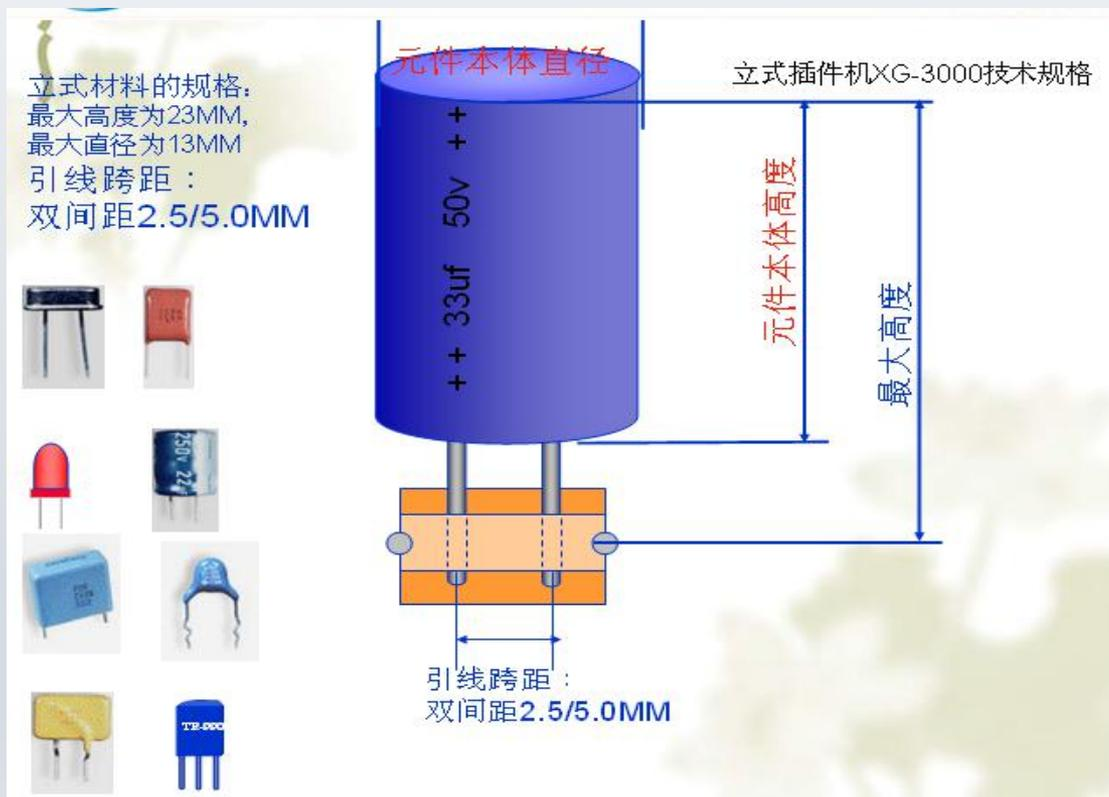

图 10
2. 立插元件：如图10所示，其元件体能够被容纳最大高度可为23mm，最大直径为13mm。